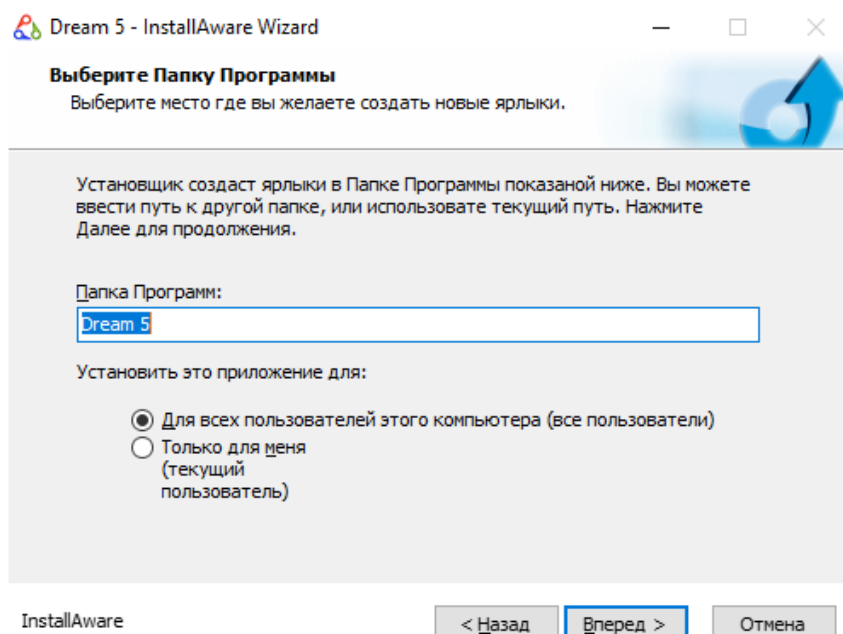

Рисунок 2.4.8
- выбрать название папки для создания ярлыка программы и политику использования программы (см. Рисунок 2.4.8) из следующих вариантов: